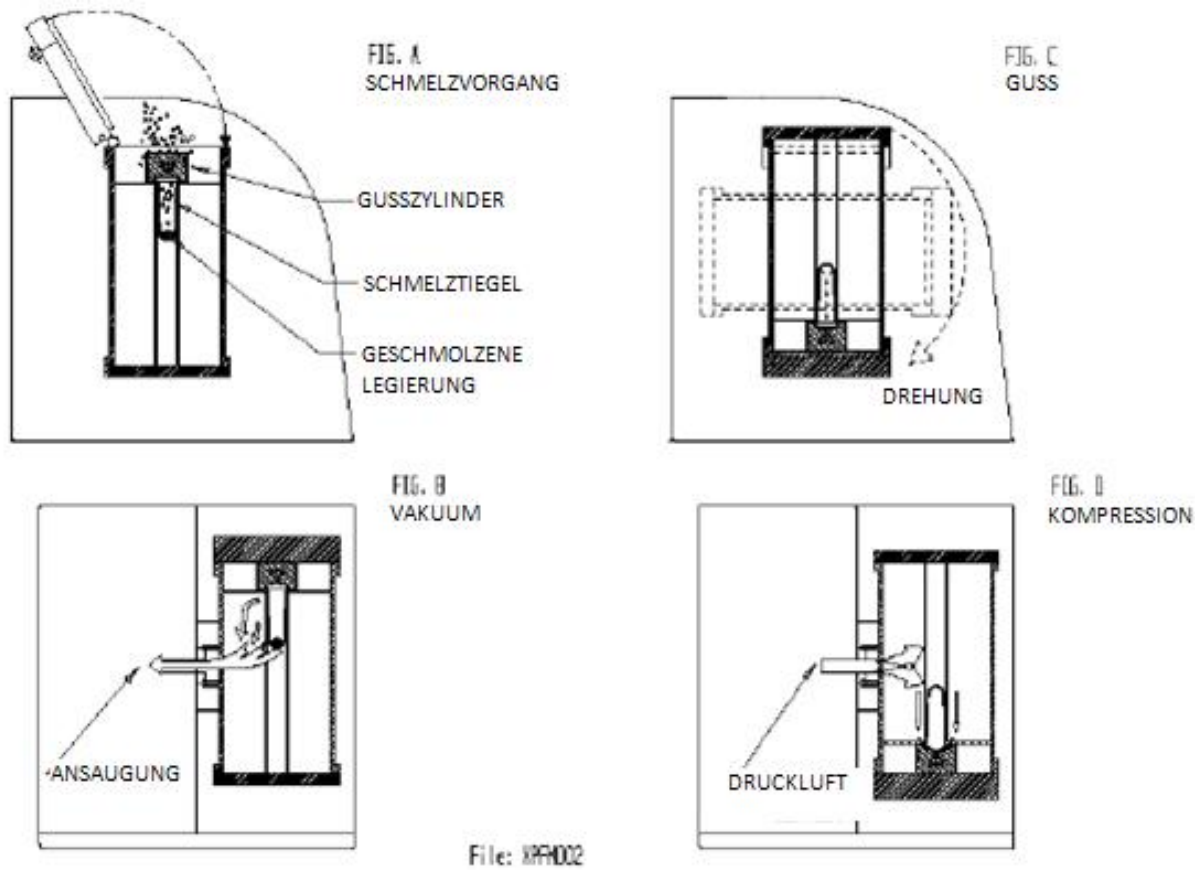

Abb. 6
1) Das Metall wird in einem Schmelztiegel durch Erhitzen des Materials durch ein Heizelement, das von einem Mikroprozessor (ABB. **A** in Abbildung 6) gesteuert wird, geschmolzen.
verhindert und das Abfließen des flüssigen Metalls in die Form erleichtert (ABB. **B** in Abbildung 6).
2) Ofen kippen: Metall fließt auf kontrollierte Weise in den Zylinder (ABB. **C** in Abbildung 6).
Lücken gefüllt (ABB. **D** in Abbildung 6).